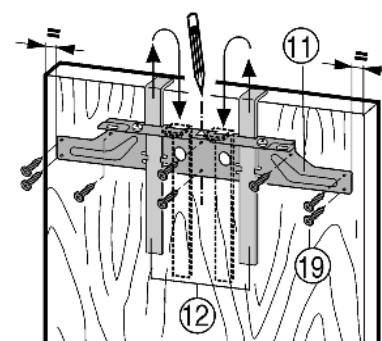

Fig. 17
- Навесьте крепежную поперечину Fig. 17 (11) с монтажными вспомогательными элементами Fig. 17 (12) на внутреннюю сторону мебельной дверцы.
- Выравнивание крепежной поперечины Fig. 17 (11) по центру: начертите короткую центральную линию на мебельной дверце, совместите с ней острие стрелки поперечины.
- Прикрутите крепежную поперечину Fig. 17 (11) по меньшей мере 6 винтами Fig. 17 (19).
- ▶ Прикрутите крепежную поперечину Fig. 17 (11) 4 винтами Fig. 17 (19) по краю.
- ▶ Вытяните вверх монтажные приспособления Fig. 17 (12) и, развернув, вставьте их в расположенные рядом приемные отверстия.